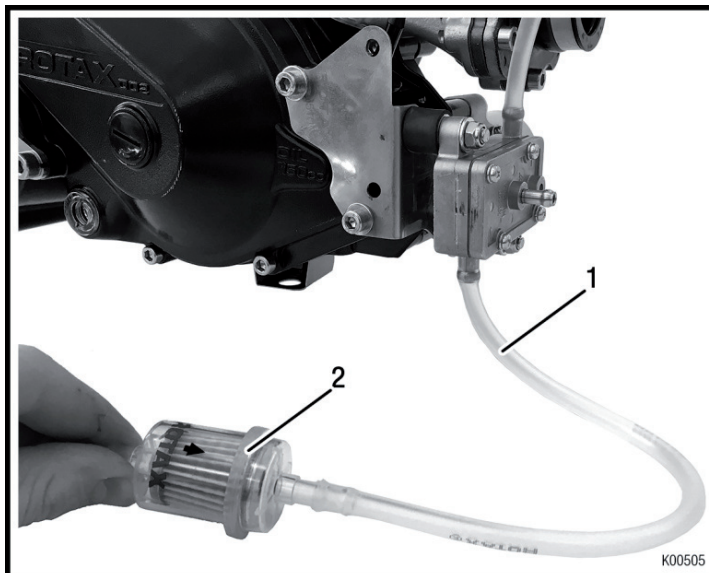

fig.4
- Raccorder la durite d'essence la plus longue (rep.1) au filtre à essence (rep.2) et au réservoir à essence. Voir fig.4.